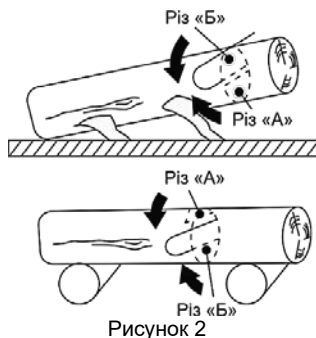

Рисунок 2
4.6.1 Розпилювання колоди за допомогою опор (рисунок 2)